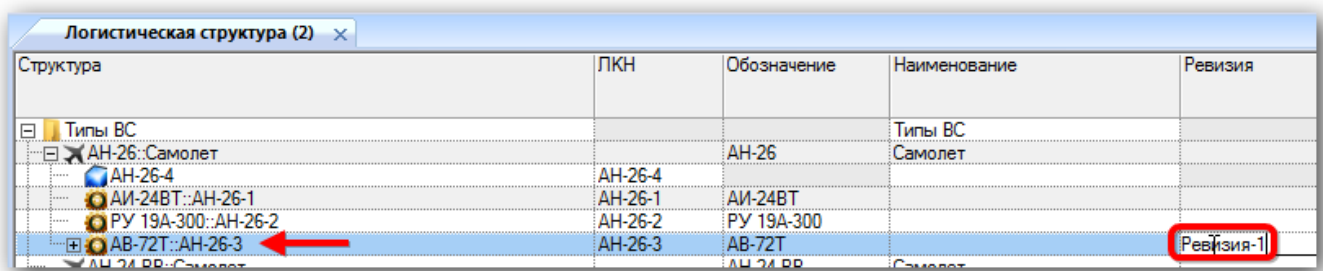

Рис. 10-51 – Заполнить поле «Ревизия» для создания ревизии компонента
2) Выбрать компонент в составе логистической структуры (дочерний для другого компонента, ФИ или ЛСИ-системы) и заполнить для него поле «Ревизия» (рис. 10-51).